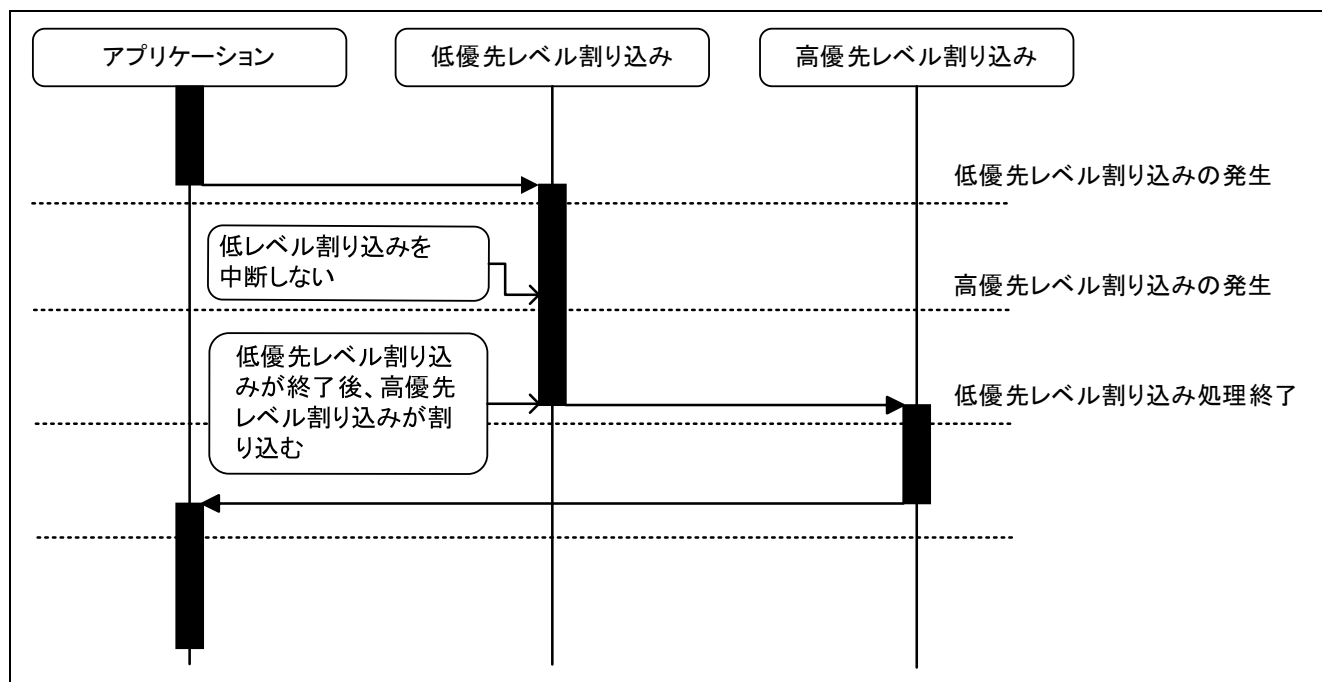
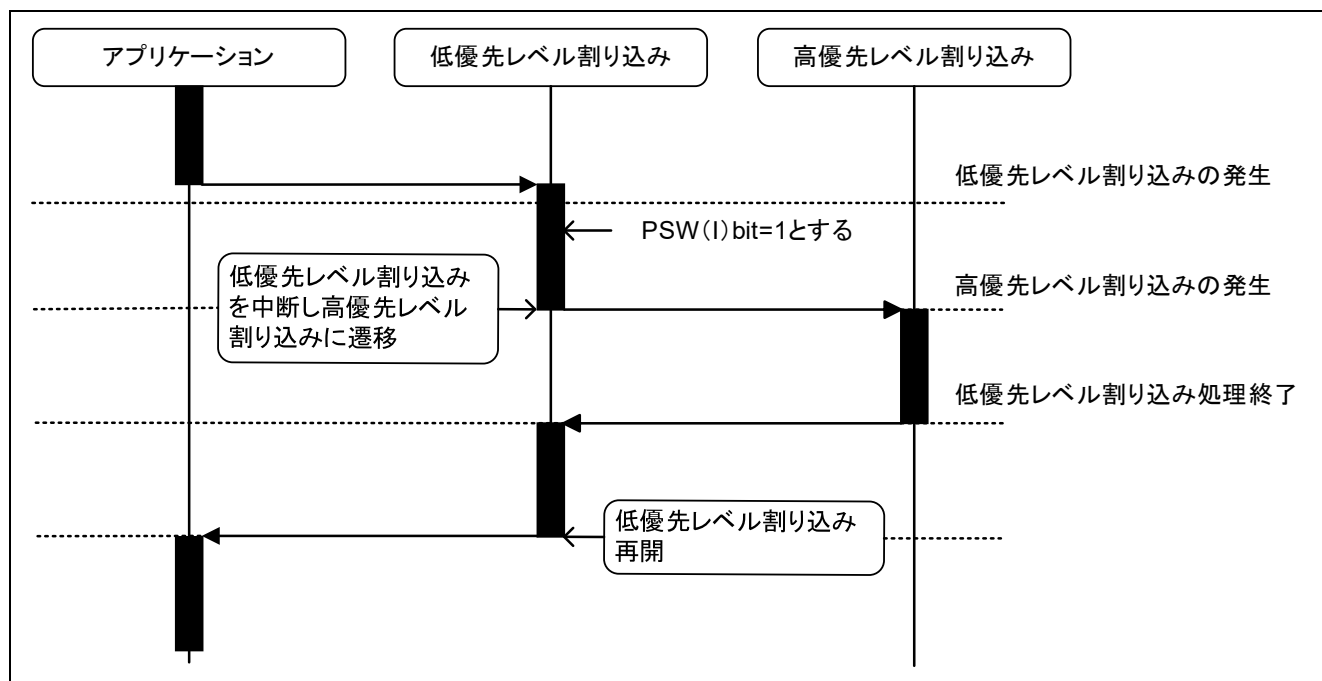

図 1.18 RX231 割り込みシーケンス (PSW (I) ビット制御しない場合)
図 1.19 RX231 割り込みシーケンス (PSW (I) ビット制御を行う場合)
RX231 は、多重割り込みが可能です。RX231 で多重割り込みを実現するには、割り込みハンドラの中で PSW (I) ビット=1 (割り込み許可) とする必要があります。多重割り込みを許可しない場合の動作シーケンスを図 1.18、多重割り込みの動作シーケンスを図 1.19 に示します。